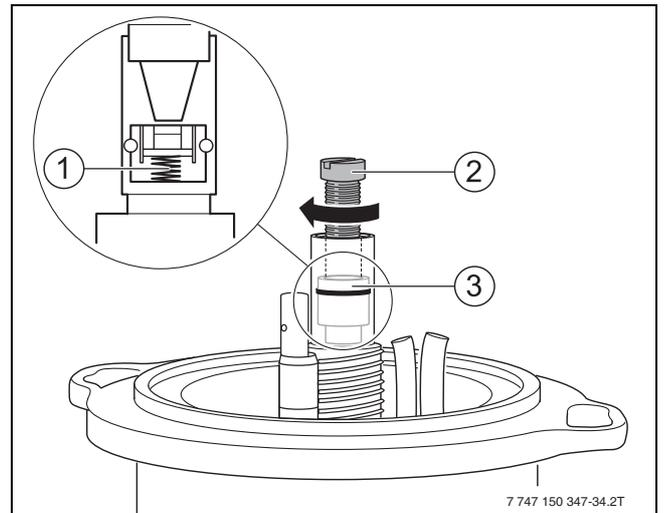

Bild 41 Abschlussventil austauschen
- ▶ Schraube M5 x 50 (→ Bild 41, [2]) einschrauben.
- ▶ Abschlussventil herausziehen (→ Bild 41, [3]).